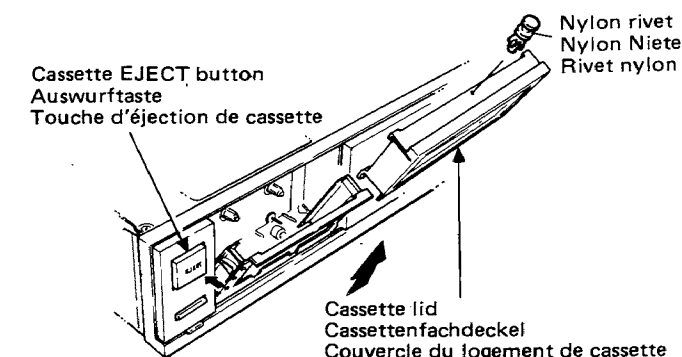

Fig. 1 Abb. 1
1. Cassette lid (Fig. 1)
1. Cassettenfachdeckel (Abb. 1)
1. Couvercle du logement de la cassette (Fig. 1)